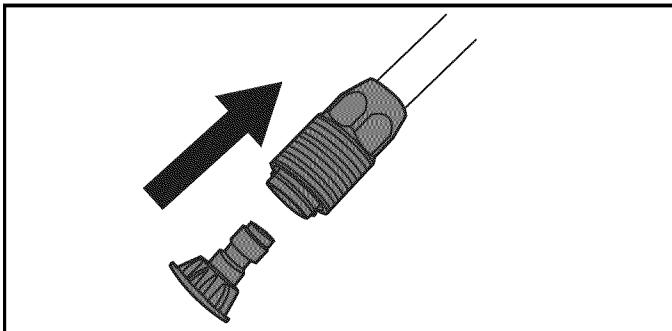
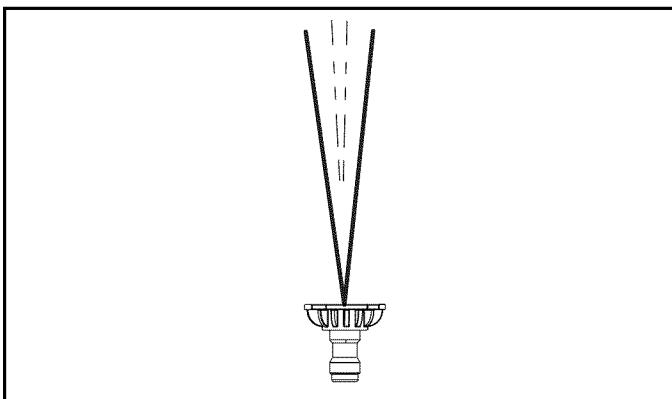

Figure 4-17. Buses
Figure 4-18. Buse de lavage à pression (verte)
1. Tirez sur le collet de la lance à branchement rapide (Figure 4-17) et installez la buse de lavage Verte (Figure 4-18) pour les applications de lavage suivantes.